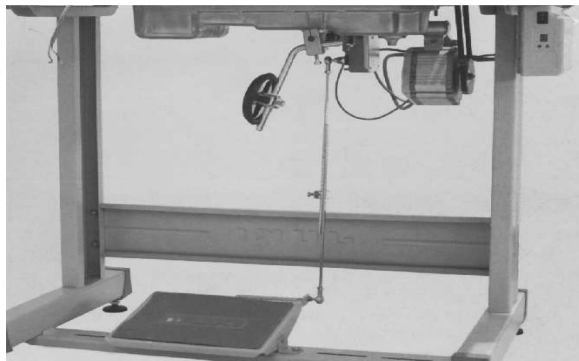

Figura 1
- A. Caja de control. Incluye pedal (ver figura 1)